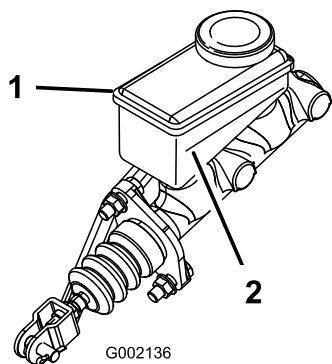

図 53
3. タンクの側面についているマークで、量を点検する 図 53。
- B. 最低ラインより上まで DOT 3 ブレーキ液を補給する 図 53。